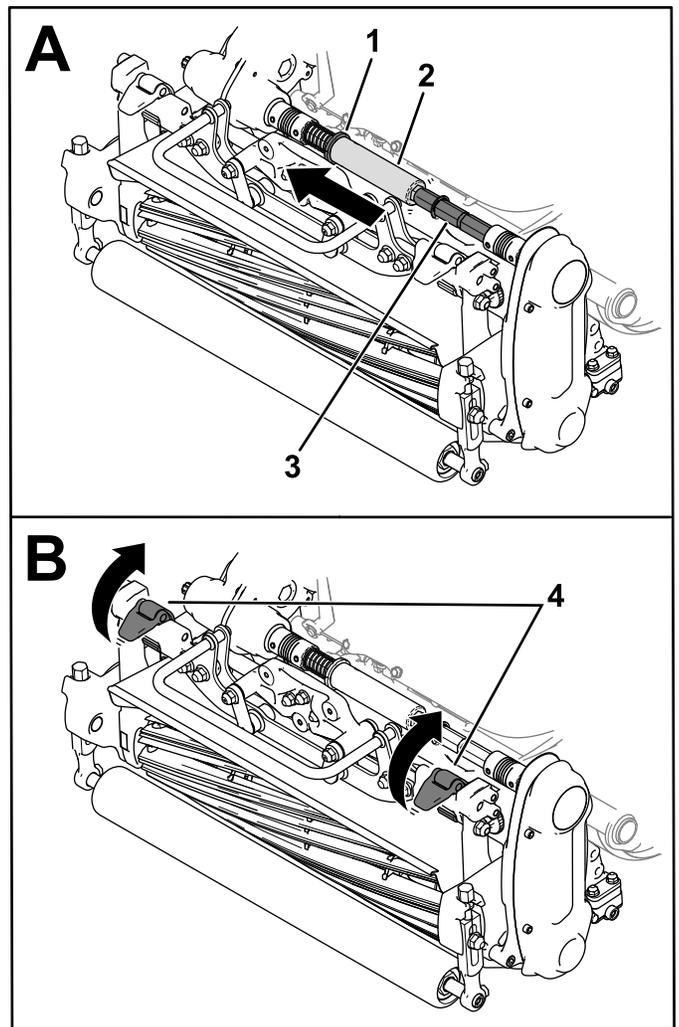

Figure 29
- Placez le collet (Figure 29) dans la rainure de l'arbre de transmission.
- Glissez le tube hexagonal hors de l'arbre d'accouplement de l'unité de coupe (Figure 29).
- Relevez les verrous de suspension pour détacher l'unité de coupe de la machine (Figure 29).